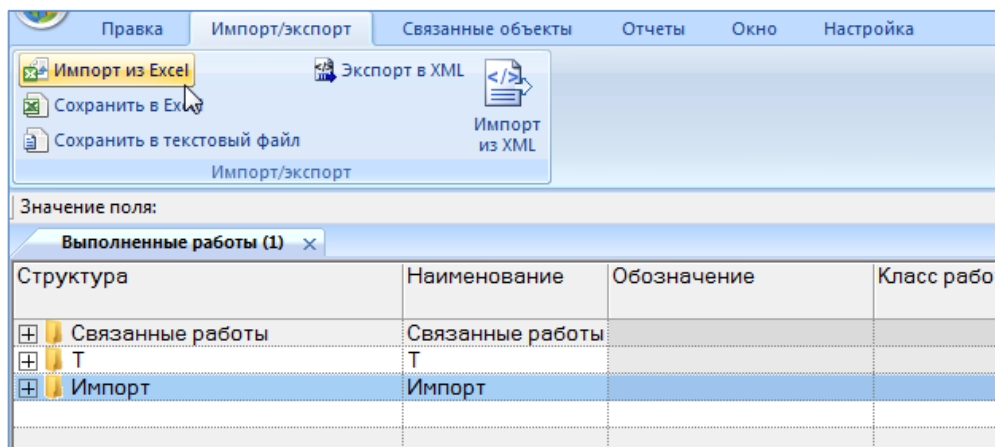

Рис. 27-32 – Импорт выполненных работ из файла Excel
4) Нажать кнопку «Импорт из Excel» панели «Правка» (рис. 27-32).